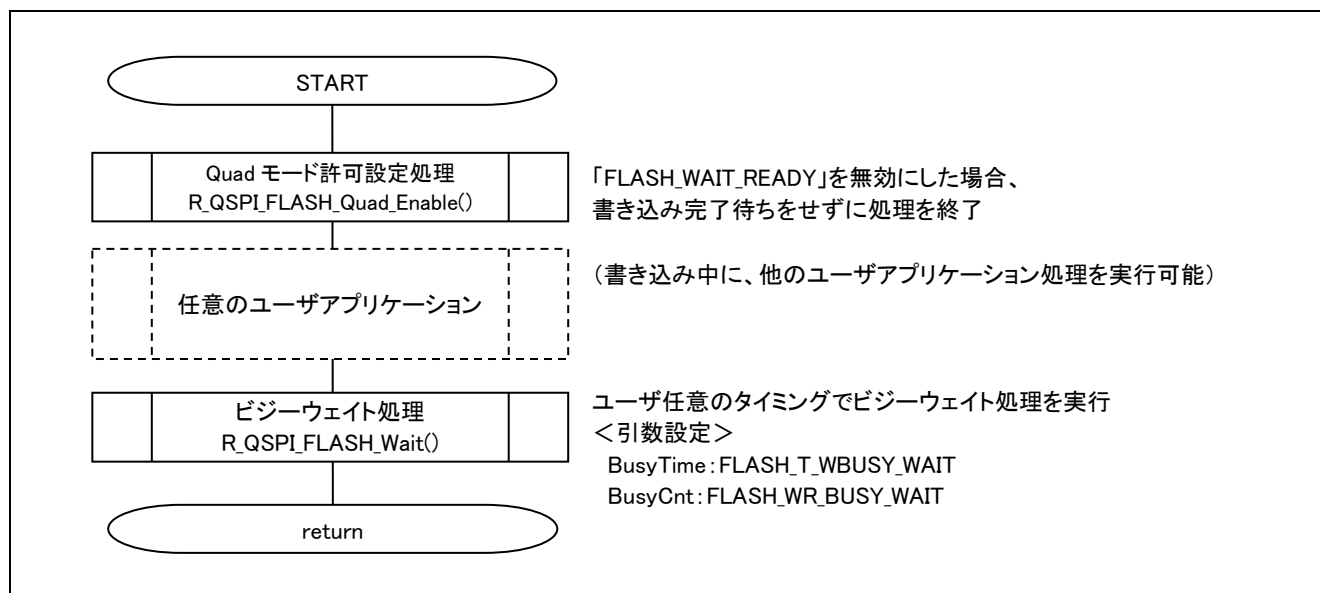

図 5-17 R_QSPI_FLASH_Wait()を使用した Quad モード許可設定完了待ち方法
説 明	・ステータスレジスタの Quad Enable (QE) bit を 1 に設定し、Quad モードにします。 ・Quad モードで動作させる場合、事前に本関数をコールしてください。 ・処理終了後、ステータスレジスタを読み出して、QE bit を確認してください。 ・Quad Enable (QE) bit は、Non-volatile bit です。一度 Quad モードに設定した後、Quad モードを禁止にする場合、Quad モード禁止設定処理を実行してください。 ・書き込み完了待ちの方法は二種類あります。以降にその方法を示します。なお、次の処理（書き込み／読み出し／消去等）は、書き込み完了を確認した後、実行してください。 ＜本ユーザ API で完了待ちを行う場合＞ r_qspi_flash_mx25l.h の「FLASH_WAIT_READY」を有効にしてください。 ＜本ユーザ API で完了待ちを行わない場合＞ r_qspi_flash_mx25l.h の「FLASH_WAIT_READY」を無効にし、本ユーザ API の処理が完了した後、R_QSPI_FLASH_Wait()をコールしてください。この処理方法では、ユーザの任意のタイミングで書き込み完了待ちを確認することができます。使用方法は図 5-17 を参照してください。